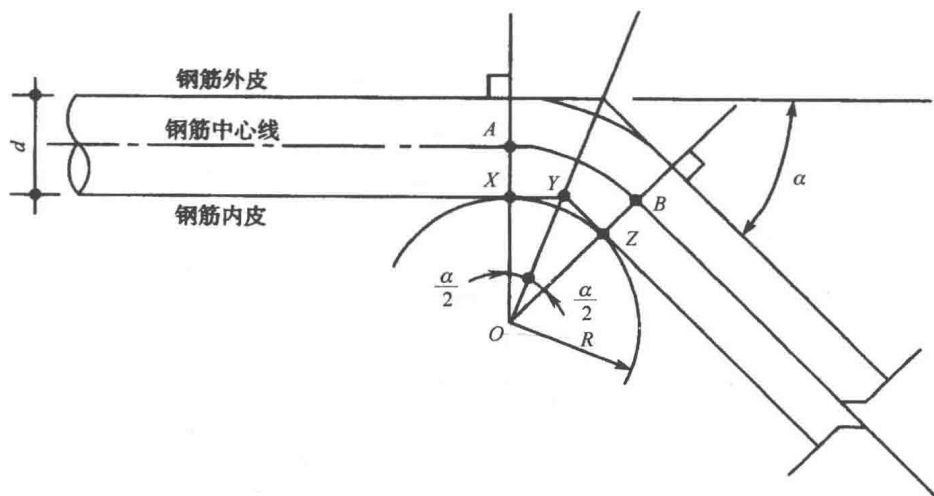

图 1-11 小于或等于 90° 钢筋弯曲内皮差值计算示意图
小于或等于 90° 钢筋弯曲内皮差值计算示意图如图 1-11 所示。
(1) 根据图 1-11 原理求证, 当 $R=2.5d$ 时, 30° 钢筋的内皮差值系数:
(2) 根据图 1-11 原理求证, 当 $R=2.5d$ 时, 45° 钢筋的内皮差值系数:
(3) 根据图 1-11 原理求证, 当 $R=2.5d$ 时, 60° 钢筋的内皮差值系数:
(4) 根据图 1-11 原理求证, 当 $R=2.5d$ 时, 90° 钢筋的内皮差值系数: